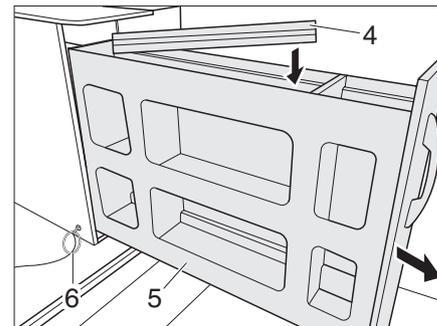

Fig. 53 Ranger les barres de support
- ▶ Tirer sur l'œillet (Fig. 53,6). Le dispositif de blocage de l'armoire coulissante est débloqué.
- ▶ Ouvrir l'armoire coulissante (Fig. 53,5) sur le côté gauche du véhicule et ranger les barres de support (Fig. 53,4).